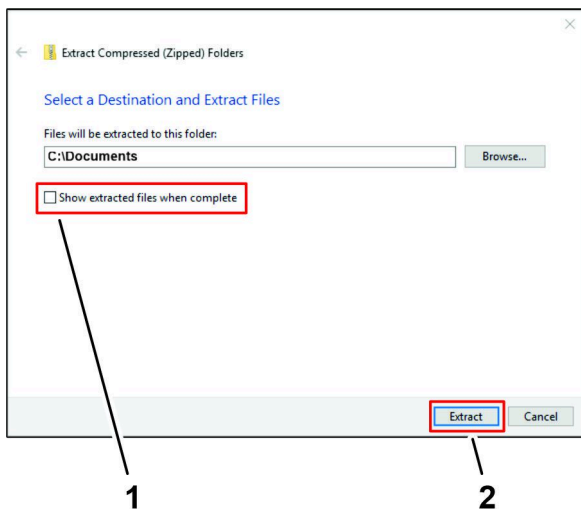

Figura 36
4. En el cuadro de diálogo Extraer comprimidos, deseleccione la casilla de verificación MOSTRAR LOS ARCHIVOS EXTRAÍDOS AL TERMINAR, y haga clic en el botón EXTRAER (Figura 36).